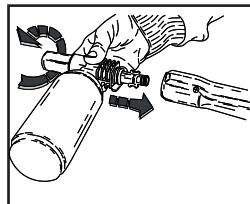

FIG. 11
2) Haal de verlengbus van de handgreep en monter de kit voor het sproeien van schoonmaakproduct (fig. 11), zet het schoonmaakapparaat in werking en bespoei het te wassen oppervlak van onder naar boven.